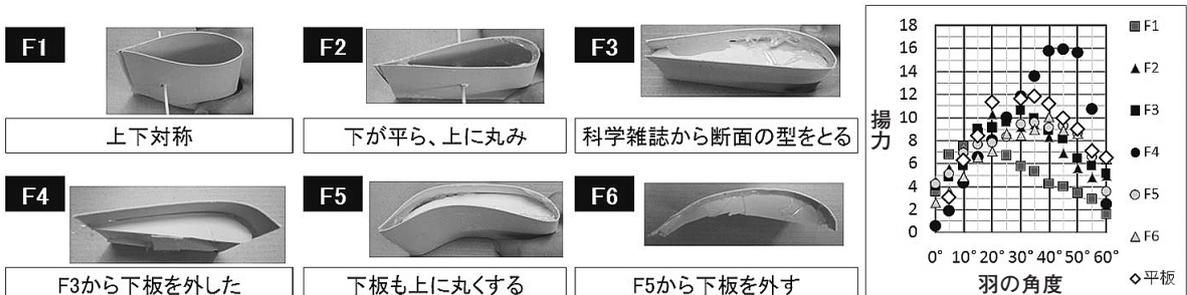

図8 ふくらみのある羽の実験
(7) 今までの実験は、羽の形や枚数を変えたデータを取りやすいように、作りやすい平らな羽を使って実験した。実際の飛行機の羽は、断面がふくらんだ形をしている。6種類の断面の形の羽を厚紙で作って揚力を調べた（図8）。予想に反して、ふくらみはあるが下板の無いF4以外は、平板より小さな揚力しか出なかった。